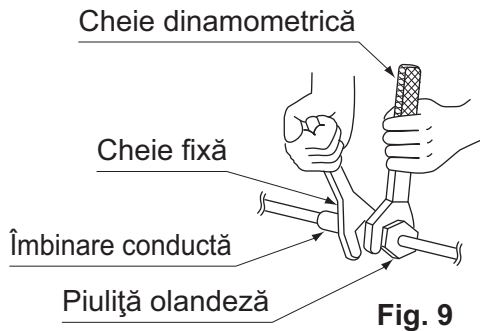

Fig. 9
- La racordarea sau deconectarea conductelor la sau de la unitate aveți grijă să folosiți atât o cheie fixă cât și una dinamometrică, conform desenului. **(Consultați Fig. 9)**